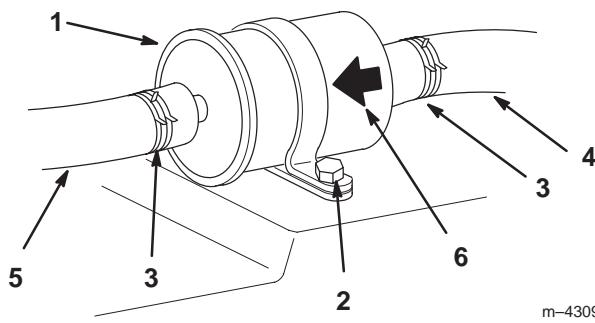

Bild 46
4. Entfernen Sie die Filterbefestigungsschraube und den Filter (Bild 46).
5. Drücken Sie die Enden der Schlauchschenlen zusammen und schieben sie vom Filter weg (Bild 46).
8. Ziehen Sie die Filterbefestigungsschraube fest (Bild 46).